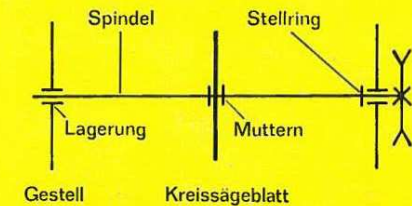

Bild 5
- 4.2. Setze die Werkzeugspindel (19) in die Lagerung 6 und montiere nach Bild 5 weiter! Schiebe zuerst von innen einen Stellring (26) auf die Werkzeugspindel!